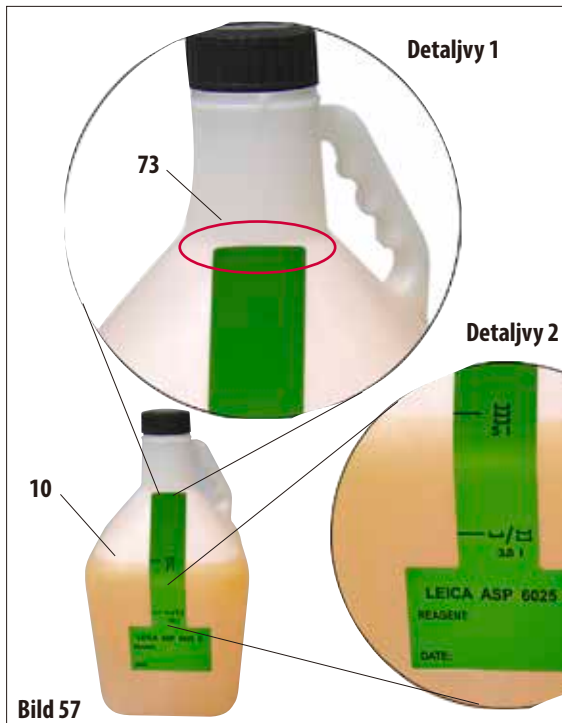

Bild 57
Försäkra dig om att nivåmarkeringarna för påfyllning stämmer genom att fästa den smala delen av etiketten exakt på det ställe på RTU-flaskan (10) där flaskhalsen slutar (detaljvy 1 i bild 57). Tryck sedan fast den vertikalt uppifrån och ned.
Symbolen vid 5 l-strecket (detaljvy 2, bild 57) betyder att RTU-flaskan måste fyllas till strecket om retorten ska fyllas till den tredje nivågivaren (motsvarar tre korgar).
På etiketten kan du anteckna stationsnumret och det datum då det aktuella reagensmedlet fylldes på (bild 57).